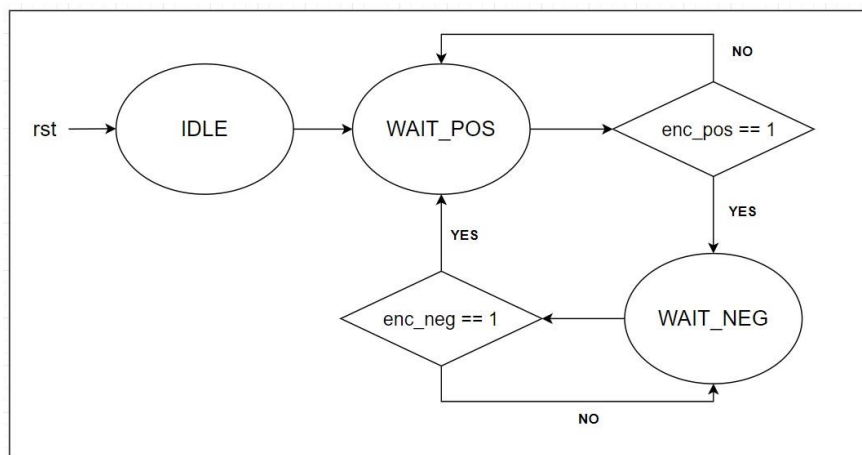

Fig. 2-2 狀態圖
5. 請依題目要求功能設計此題之 FSM 狀態(Fig. 2-2)，其功能說明如下：